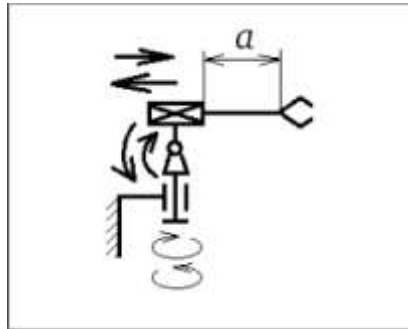

Рисунок 5. Исходные данные к практическому заданию 1.5
1.5. Произвести аналитический расчёт и графическое отображение рабочей зоны робота-манипулятора, основанного на сферической системе координат. Выразить результат вычислений через переменную расстояния «а». Исходные данные рис.5.